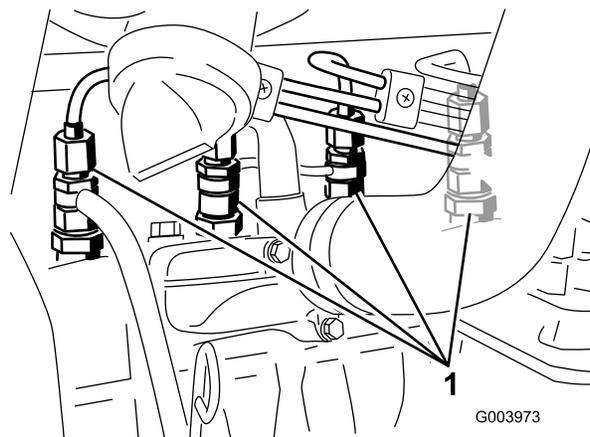

Figura 55
1. Allentate il raccordo dell'ugello n. 1 ed il gruppo portaugelli (Figura 55).